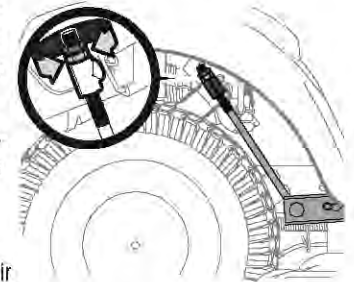

Figure 38
3. Une tige de réglage se trouve sous chaque aile arrière, près des roues. Voir Figure 38.